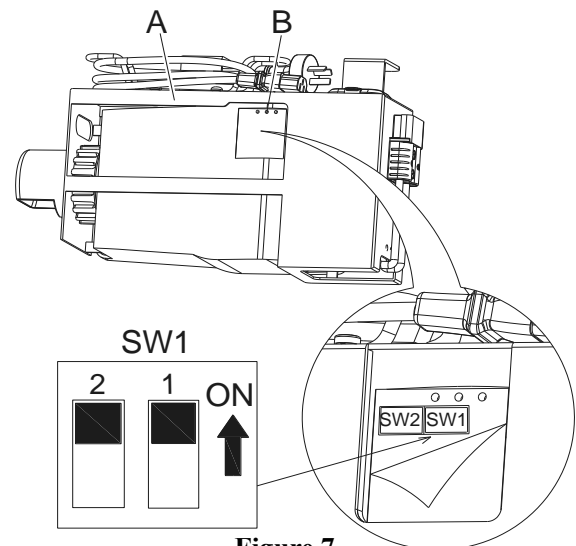

Figure 7
1. Arrêter la machine et démonter le chargeur embarqué (A, Figure 7) de la machine. Forcer l'ouverture de l'étiquette sur le couvercle du chargeur (B, Figure 7), les 2 réglages de commutateurs Dip (SW1 et SW2) se trouvent dans le chargeur.